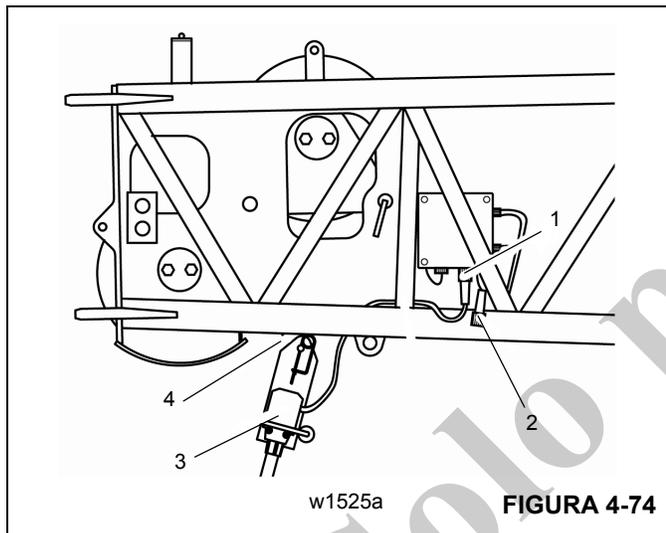

FIGURA 4-74
- Inserte un enchufe cortocircuitador (1) en el receptáculo para el interruptor limitador de elevación (Figura 4-74).
En la extensión de celosía articulada de 10.1 m (33 pies) (Figura 4-74)